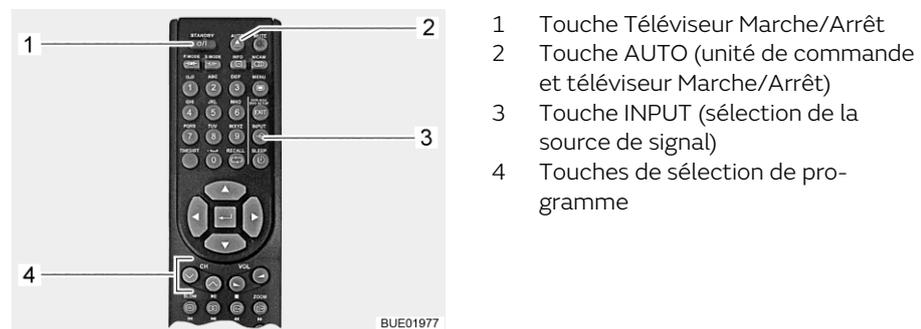
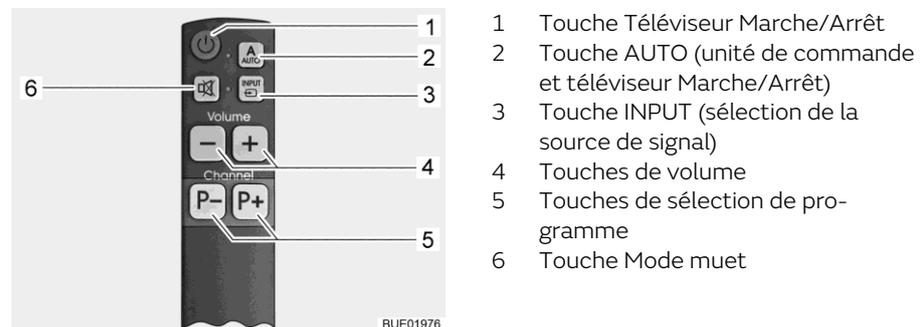

Fig. 28 Télécommande
Fig. 29 Télécommande simplifiée (option)
- Appuyer pendant 1 seconde sur la touche AUTO (Fig. 28,2 ou Fig. 29,2). Le téléviseur et l'unité de commande sont ainsi allumés.
- Appuyer sur les touches de sélection de programme (Fig. 28,4 ou Fig. 29,5) jusqu'à ce que le programme de télévision désiré soit choisi.
- Appuyer sur la touche INPUT (Fig. 28,3 ou Fig. 29,3) jusqu'à ce que la source de signal désirée soit choisie.
- Pour retourner à l'affichage du canal satellite, appuyer sur la touche INPUT (Fig. 28,3 ou Fig. 29,3) jusqu'à ce que la source de signal DVB-S2 soit choisie.
- Appuyer sur la touche AUTO (Fig. 28,2 ou Fig. 29,2).
- Appuyer sur la touche Téléviseur Marche/Arrêt (Fig. 28,1 ou Fig. 29,1). L'unité de commande ne s'allume pas, l'antenne reste en position rangée.
- Appuyer sur la touche INPUT (Fig. 28,3 ou Fig. 29,3) jusqu'à ce que la source de signal désirée (telle que DVD) soit choisie.
- Appuyer sur la touche Téléviseur Marche/Arrêt (Fig. 28,1 ou Fig. 29,1) pour éteindre le téléviseur.